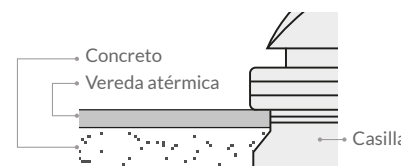

FIG 1
7. Realizar la vereda según el diseño del proyecto, procurando que la misma finalice en línea con el borde que se indica a continuación (FIG. 1).
7. Realizar la vereda según el diseño del proyecto, procurando que la misma finalice en línea con el borde que se indico anteriormente (FIG. 1).